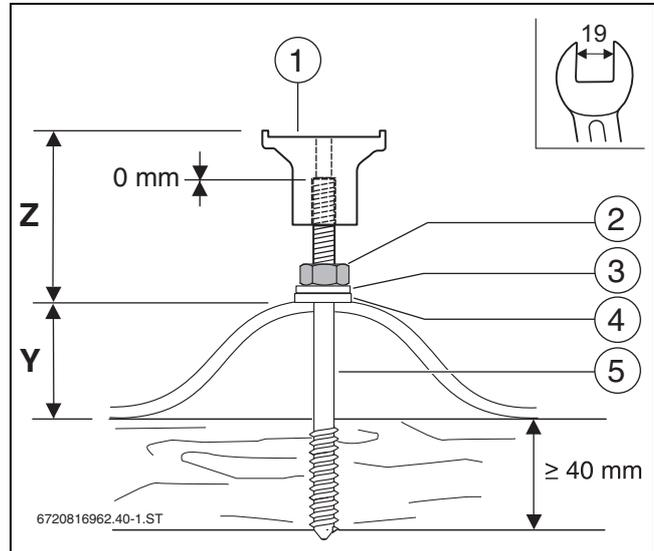

Bild 37 Montierte Stockschraube mit Haltebock
- Vormontierte Stockschraube mit Gabelschlüssel 19 mm so weit eindrehen, bis Maß Z (\rightarrow Tab. 10) erreicht ist (\rightarrow Bild 37).